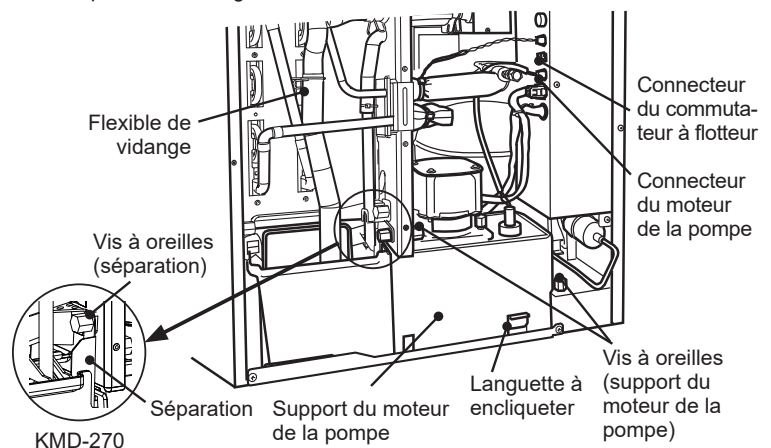

Fig. 3
- 2) Desserrer les deux vis à oreilles fixant le support du moteur de la pompe. Pour KMD-270, desserrer la vis à oreilles et retirer la séparation. Voir fig. 3.
Veiller à faire passer le tuyau d'évacuation derrière le tube en cuivre et à le raccorder correctement. Voir fig. 3. Dans le cas contraire, le tuyau de déchargement peut être coincé dans l'isolation avant, entraînant des résultats incorrects.